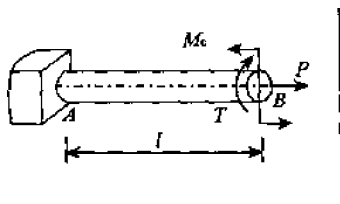

图 7-33
4. 圆截面杆上受力如图 7-33 所示。材料为 A3 钢,许用正应力为 $[\sigma]$,许用剪应力为 $[\tau]$,横截面面积为 A ,抗弯截面系数为 W ,抗扭截面系数为 W_p 。下列各强度条件中正确的是_____。